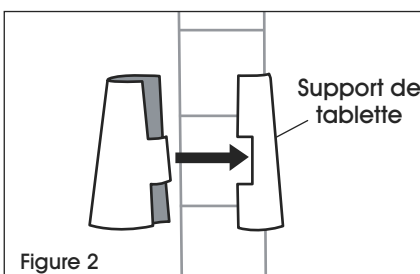

Figure 2
1. Start with the lowest shelf. Snap the interlocking pieces of a shelf support (wide end down) around the post at the lowest groove where shelf is to be located. Slide the support up or down until it snaps onto the groove. Add a shelf support to the same place on the remaining posts. (See Figure 2)
1. Commencez par la tablette la plus basse. Enclenchez les deux pièces emboîtables d'un support de tablette (la partie la plus large vers le bas) autour du montant au niveau de la rainure la plus basse où la tablette doit être placée. Faites glisser le support vers le haut ou vers le bas jusqu'à ce qu'il s'enclenche dans la rainure. Ajoutez un support de tablette au même endroit sur les montants restants. (Voir Figure 2)